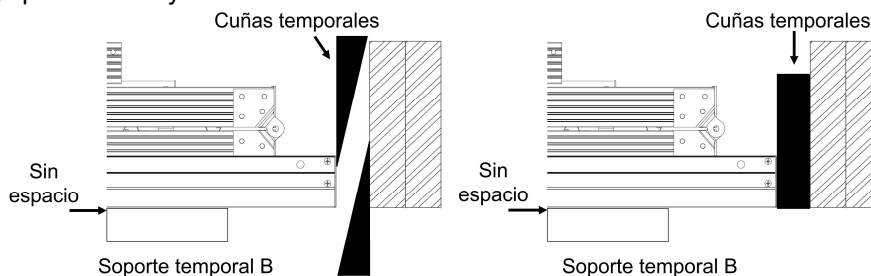
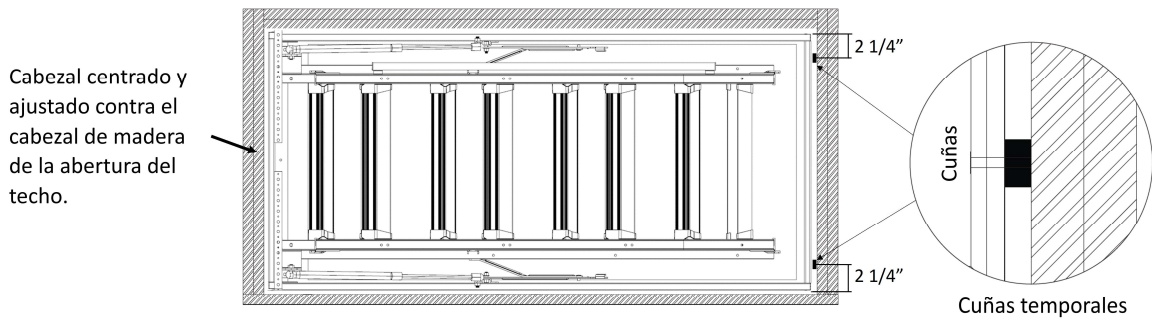

FIGURA 12 : COLOCACIÓN DE CUÑAS EN LA PIECERA
FIGURA 13 : POSICIÓN DE CUÑAS EN LA PIECERA
J. Instalador #1 y #2: Coloque cuñas temporales desde abajo y desde arriba entre el marco de aluminio y la abertura de techo en el extremo de la piecera para mantener el extremo opuesto (cabezal/bisagra) CENTRADO y AJUSTADO CONTRA EL CABEZAL DE MADERA DE LA ABERTURA DEL TECHO. Ver **Figura 12**. Las cuñas temporales deben brindar un soporte uniforme para que el marco de aluminio no se tuerza ni se doble. Ver **Figura 13** para conocer la ubicación temporal de las cuñas en la piecera. Asegúrese de que la escalera del ático esté firmemente apoyada en los soportes temporales y que no se haya levantado.
M. Instaladores #1 y #2: Con el cabezal de la escalera del ático sostenido por las correas metálicas, ahora se puede asegurar el marco lateral del lado de la piecera. Vuelva a verificar que el cabezal esté apretado contra la tabla de la cabecera del ático y que las calzas temporales estén colocadas en la piecera de acuerdo con la **Figura 13** y que la escalera de ático no se haya levantado de los soportes temporales.